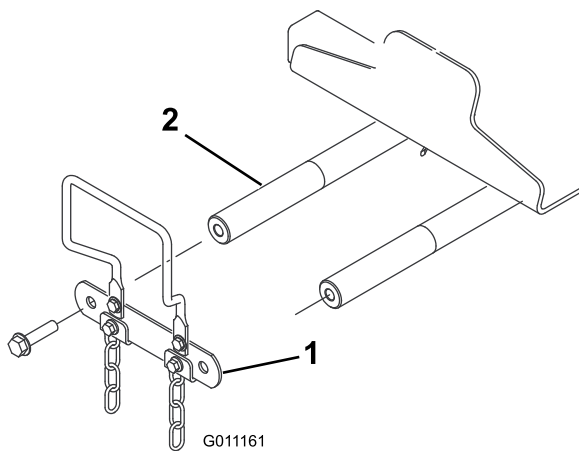

Figura 10
- La partea din față a mainii, îndepărtați cele 2 uruburi cu cap imbus (1/2 x 2") care fixează articulația ax pivot la axul pivot al braului de ridicare i îndepărtați articulația (Figura 10).